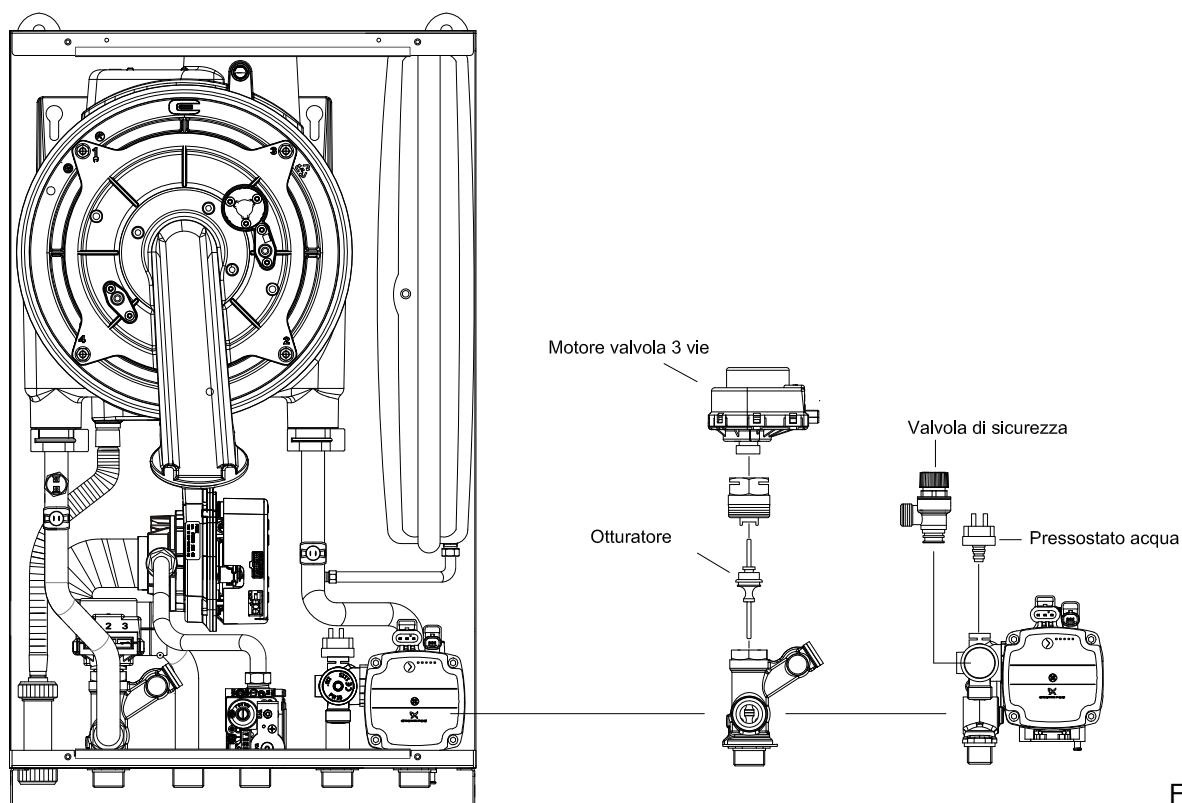

Fig. 32
7.4 - RIMOZIONE MOTORE VALVOLA DEVIATRICE (Fig. 32)
7.5 - SOSTITUZIONE STELO OTTURATORE VALVOLA DEVIATRICE (Fig. 32)
7.6 - SOSTITUZIONE VALVOLA DI SICUREZZA 3 BAR (Fig. 32)
7.7 - SOSTITUZIONE TRASDUTTORE ACQUA (Fig. 32)